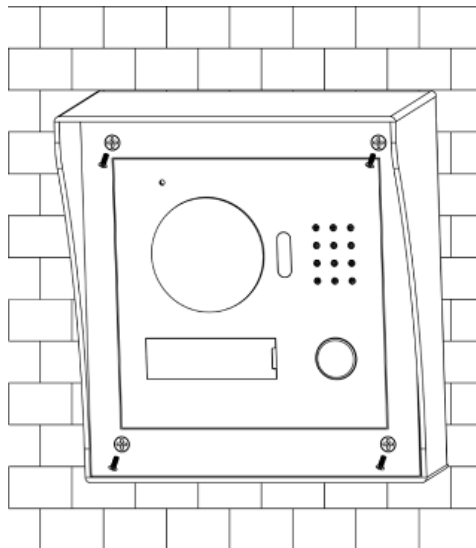

Figure 5-3
- b) Alignez l'appareil avec les trous de vis sur le support métallique. Vissez les vis (M3x6 cruciformes à tête fraisée plate à métaux, galvanisées blanches), et fixez l'appareil au support métallique. Voir Figure 5-3.